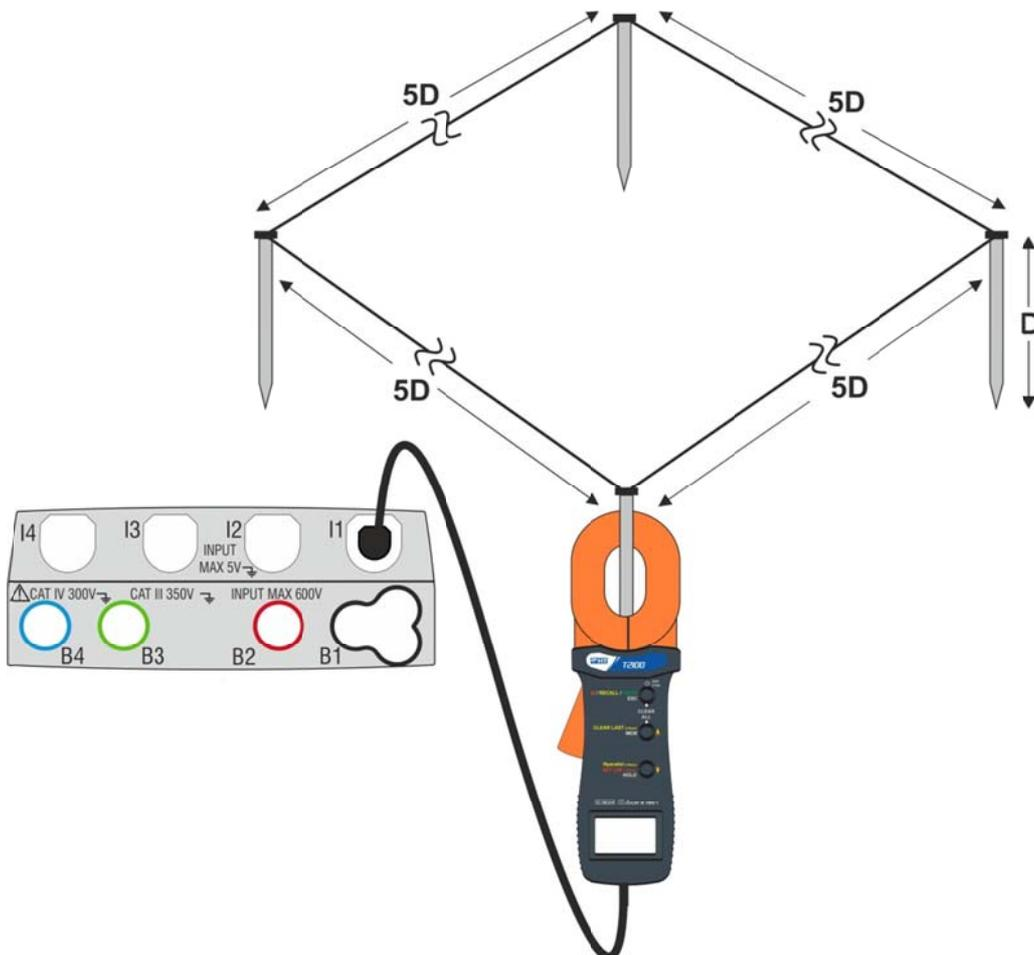

Abb. 31: Messung des Widerstandes der einzelnen Erder mit der Erdungsmesszange T2100
Die von der Stromzange T2100 ausgeführte Messung kann für die Einschätzung der Widerstände von einzelnen Erdern innerhalb einer Erdinstallation ohne Auftrennen benutzt werden, **in der Annahme, dass sie sich gegenseitig nicht beeinflussen** (siehe Abb. 31).
4. Schließen Sie die Stromzange an den ersten Erdspieß der benutzten Erdinstallation, wie in der Abb. 31 angezeigt. Achten Sie auf den Widerstandswert im Feld **R** und drücken Sie das Symbol , um den Parameter **N** um eine Einheit zu erhöhen (**N** = 1).
5. Trennen Sie die T2100 ab und schließen Sie sie an den zweiten Erdspeiß der benutzten Erdinstallation, wie in der Abb. 31 angezeigt. Achten Sie auf den Widerstandswert im Feld **R** und drücken Sie das Symbol , um den Parameter **N** um eine Einheit zu erhöhen ($N = 2$). Führen Sie dasselbe Verfahren für jeden einzelnen Erder der benutzten Erdungsinstallation aus. Wenn die Messung abgeschlossen ist, drücken Sie die **GO/STOP** Taste am Gerät. Der folgende Bildschirm erscheint im Display: